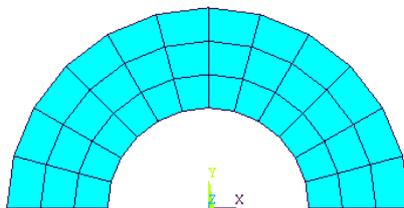

图4.40 线控制单元尺寸分网
(6) 在图 4.27 所示的对话框中，定义单元形状控制为 **【Quad】** 选项；分网器选择 **【Free】** 单选按钮。然后单击 **Mesh** 按钮，弹出图形拾取对话框，再用鼠标在图形视窗中选择要划分的圆环，单击 **【OK】** 按钮。得到的划分网格如图 4.40 所示。